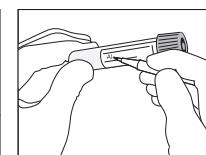

Fig. 4
6. Inscrivez les informations concernant la patiente sur l'étiquette du tube ou apposer une étiquette d'identification avec les informations de la patiente (Fig.4).